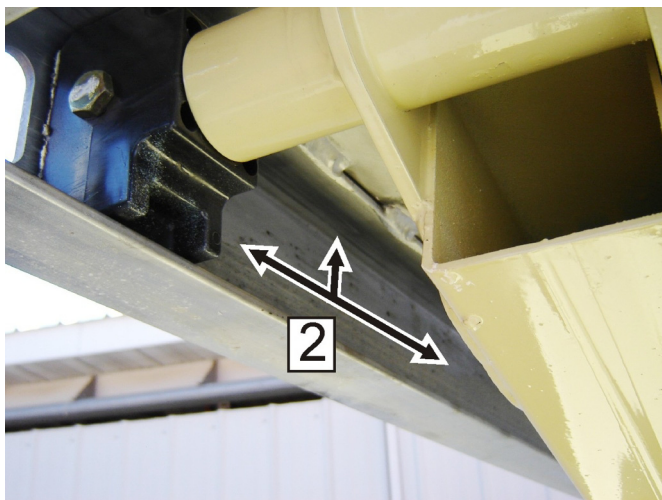

Figura 5-3. Canal de placas de encosto superior
4. Aplicar uma camada de massa lubrificante ao longo do interior e parte superior do canal de encostos superior (2) em ambos os lados da máquina. Consultar Figura 5-3., Canal de placas de encosto superior.